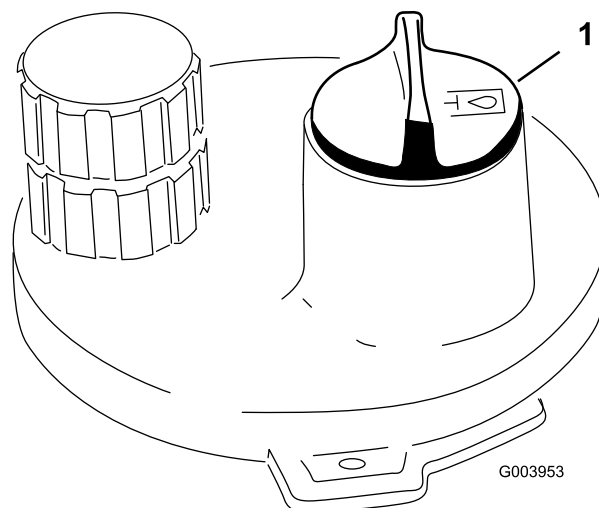

Figura 37
3. Limpie la zona alrededor del cuello de llenado y el tapón del depósito hidráulico (Figura 37). Retire el tapón del cuello de llenado.